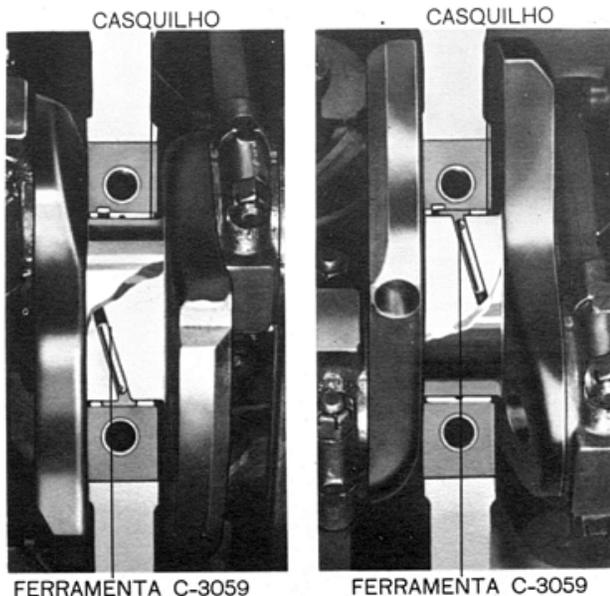

Fig. 36 — Remoção e instalação da metade superior dos casquilhos dos munhões
- Retirar as capas dos mancais uma a uma. Retirar as metades superiores dos casquilhos introduzindo a ferramenta C-3059 (fig. 36) no furo de óleo da árvore de manivelas.
- Primeiramente colocar o casquilho no lugar e introduzir a ferramenta C-3059 no furo de óleo da árvore de manivelas (fig. 36).